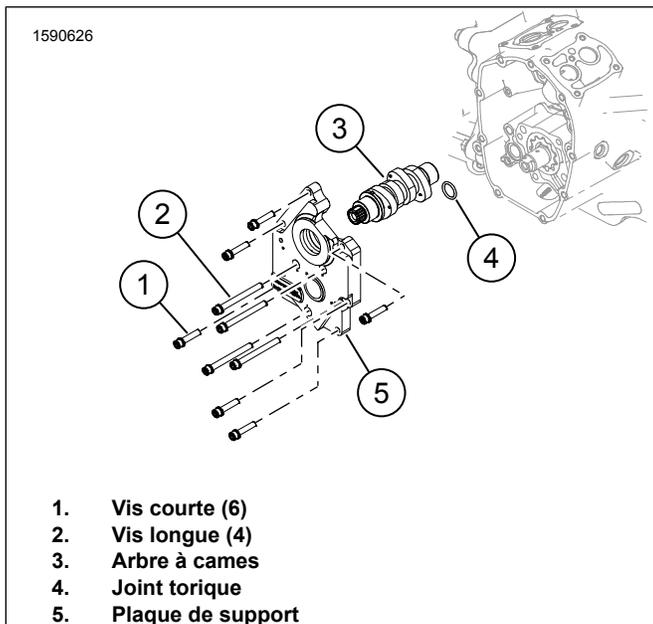

Figure 3. Plaque de support d'arbre à cames
2. Voir la Figure 3. Installer la plaque de support d'arbre à cames.
- b. Installer le **nouveau** joint torique (4) dans le port d'alimentation d'huile.